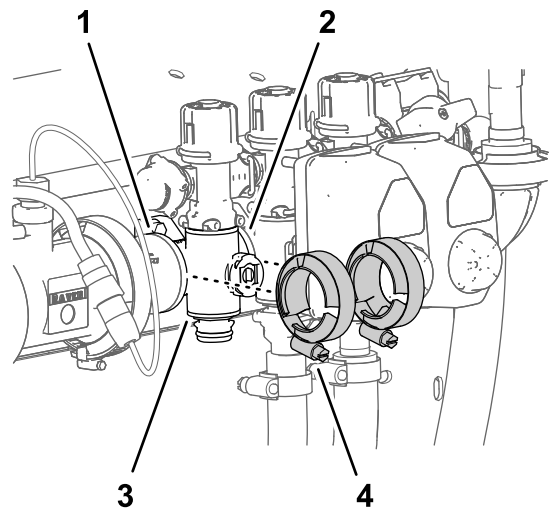

Bild 134
4. Befestigen Sie die Flanschklammern, die Sie in Entfernen des Abschnittverteilterventils \(Seite 90\) entfernt haben, lose an den Flanschen des Abschnittventilverteilers und an den Flanschen der anderen Abschnittventile und/oder am Kupplungsadapter (Bild 134).
7. Ziehen Sie die zwei Flanschklappen mit der Hand an (Bild 134).